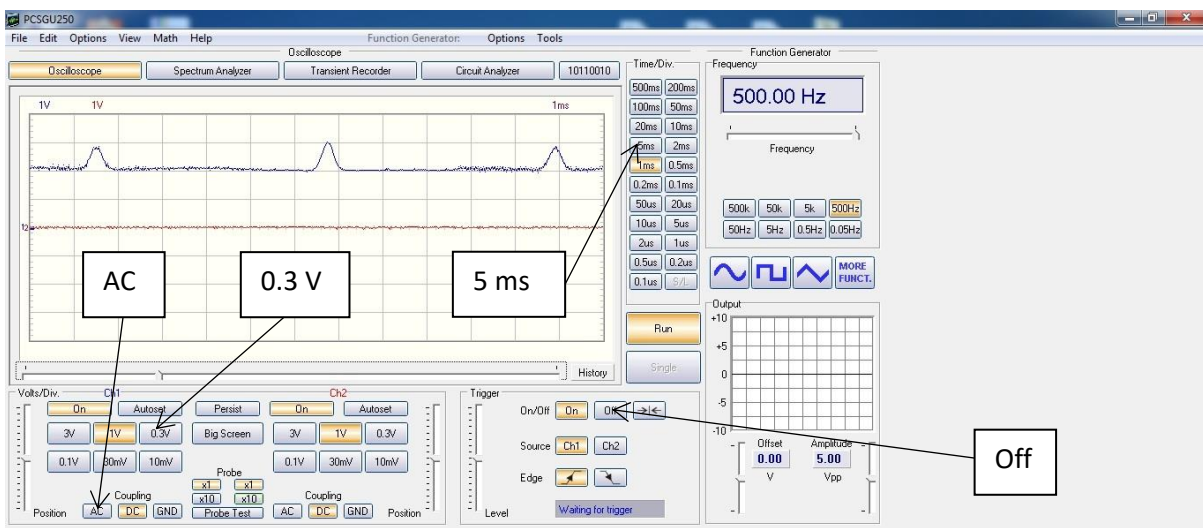

Рис.17. Наблюдение сигнала с датчика Холла.
2. Запустите программу управления осциллографической приставкой USB (**PcLab2000LT**). Установите в интерфейсном окне программы параметры, показанные на рис. 17.
импульсов (два-три импульса) (см. рис. 17). Нажмите на кнопку “Run” для получения неподвижного изображения.